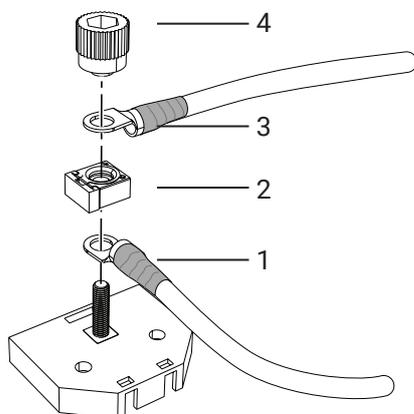
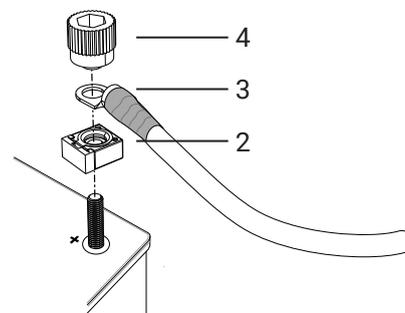

Figure 65. Connexion à la boîte à fusibles
Figure 66. Connexion au pôle plus de la batterie
2. Le cas échéant, assurez-vous que l'interrupteur de cabine (CS) est en position « Arrêt ».
3. Lorsque vous utilisez la boîte à fusibles, connectez le câble (1) au pôle plus de la batterie et à la boîte à fusibles et placez le fusible (2) sur le dessus, voir Figure 65.
4. Lorsque vous vous connectez directement au pôle plus de la batterie, placez le fusible (2) sur le pôle plus, voir section Figure 66.
5. Connectez le câble d'alimentation principal (3) à la boîte à fusibles / pôle plus, voir sections Figure 65 - Figure 66.
6. Vissez les connecteurs de câbles et le fusible principal au bouton (4). Les câbles sont montés à 90° ou 180° les uns par rapport aux autres. Le fusible doit être monté perpendiculairement par rapport aux câbles, voir Figure 65 - Figure 66.